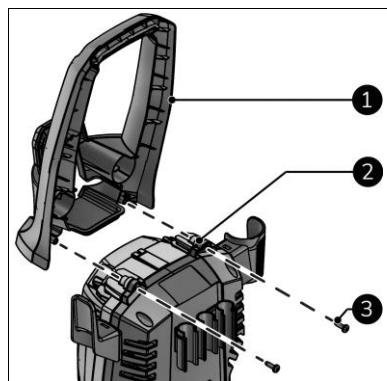

Figure 7
- Fixez la poignée (figure 7, pos. 1) à la partie principale (figure 7, pos. 2) à l'aide des vis autotaraudeuses (figure 7, pos. 3).